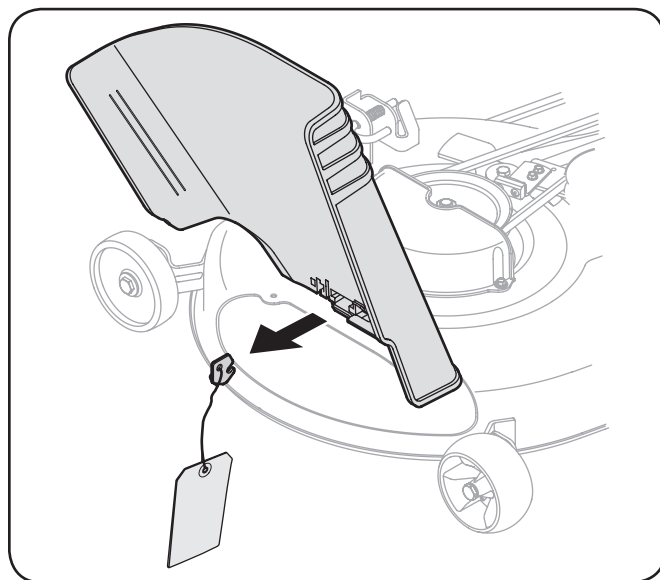

Figura 3-2
1. Localice la traba de seguridad, si hubiere, y la etiqueta de advertencia encontrada en la parte derecha de la plataforma de corte. Vea la Figura 3-2.